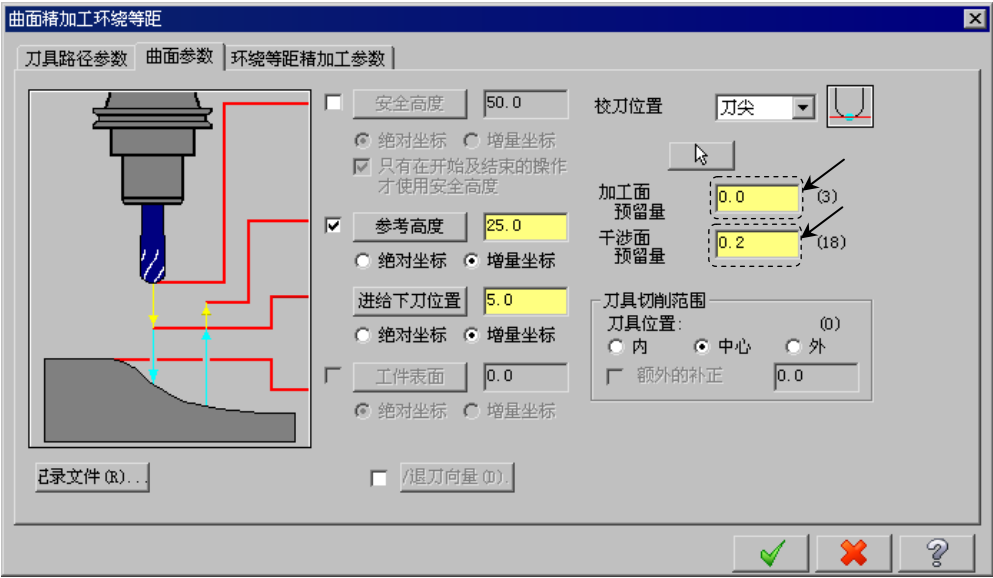

图 17.19 “曲面参数”选项卡
(1) 在“曲面精加工环绕等距”对话框的 **刀具路径参数** 选项卡的列表框中显示出 Step3 所选择的刀具，双击该刀具，系统弹出“定义刀具-机床群组-1”对话框。
(2) 设置刀具号码。在“定义刀具-机床群组-1”对话框中的 **刀具号码** 文本框中，将原有的数值改为 3。
(3) 设置刀具参数。单击“定义刀具-机床群组-1”对话框中的 **参数** 选项卡，在 **进给速率** 文本框中输入值 200.0，在 **下刀速率** 文本框中输入值 100.0，在 **提刀速率** 文本框中输入值 1500.0，在 **主轴转速** 文本框中输入值 1800.0。
(4) 设置冷却方式。在 **参数** 选项卡中单击 **Coolant...** 按钮，系统弹出“Coolant...”对话框，在 **Flood**（切削液）下拉列表中选择 **On** 选项。单击该对话框中的 **✓** 按钮，关闭“Coolant...”对话框。
(5) 单击“定义刀具-机床群组-1”对话框中的 **✓** 按钮，完成刀具参数的设置。
Step5. 设置曲面参数。在“曲面精加工环绕等距”对话框中单击 **曲面参数** 选项卡，设置图 17.19 所示的参数。